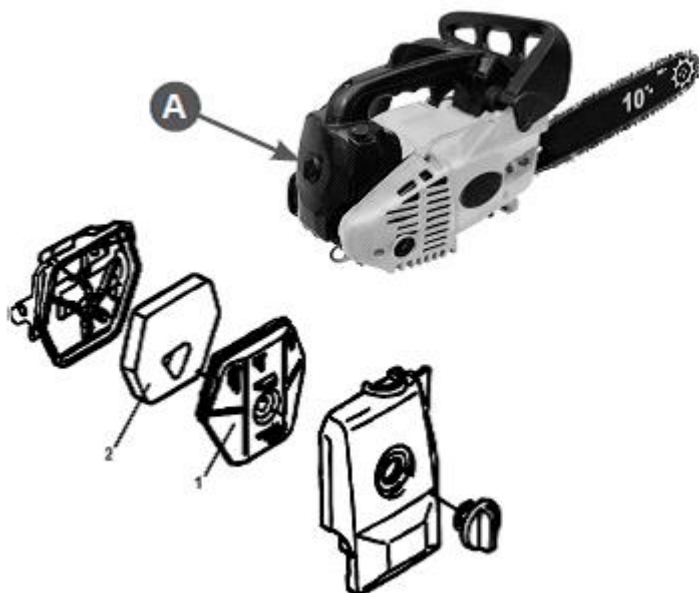

Рис. 7 Обслуживание воздушного фильтра
6.2.1 Открутите гайку А и снимите крышку воздушного фильтра (Рис. 7).
6.2.2 Извлеките фильтрующие элементы поз. 1,2 из опоры воздушного фильтра (Рис. 7).